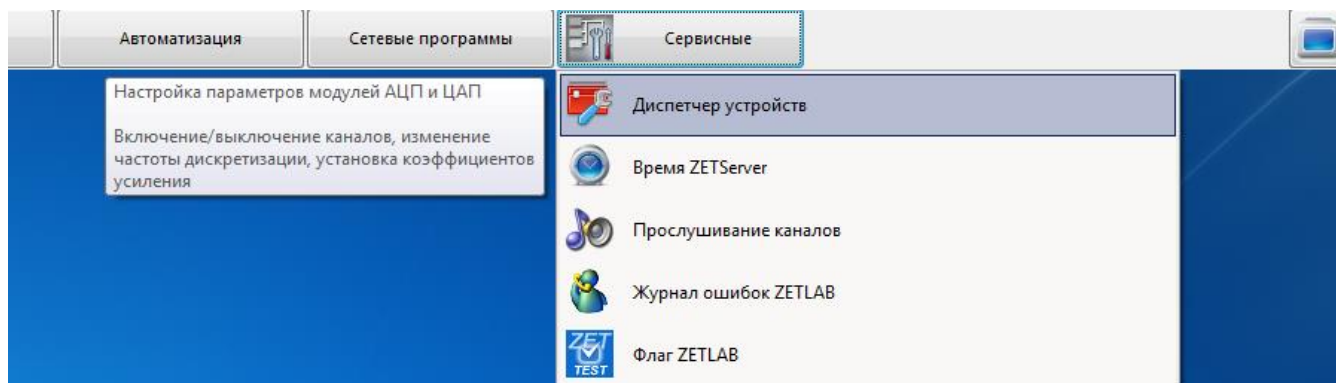

Рис.3
4. Запустите программу «Диспетчер устройств», которая располагается в меню «Сервисные» на панели ZETLAB (Рис.3).